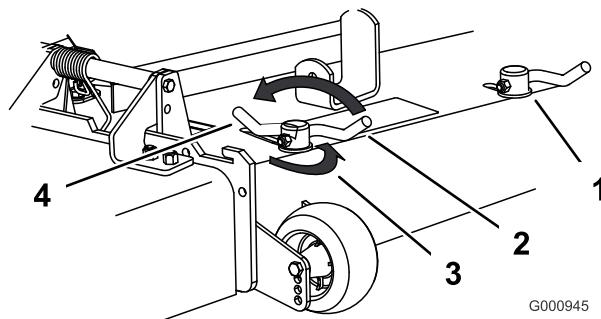

Figure 23
- Pour régler les verrous à came, soulevez le levier pour desserrer le verrou (Figure 23).
- Repoussez le levier à sa position d'origine pour serrer le déflecteur et les verrous (Figure 23).